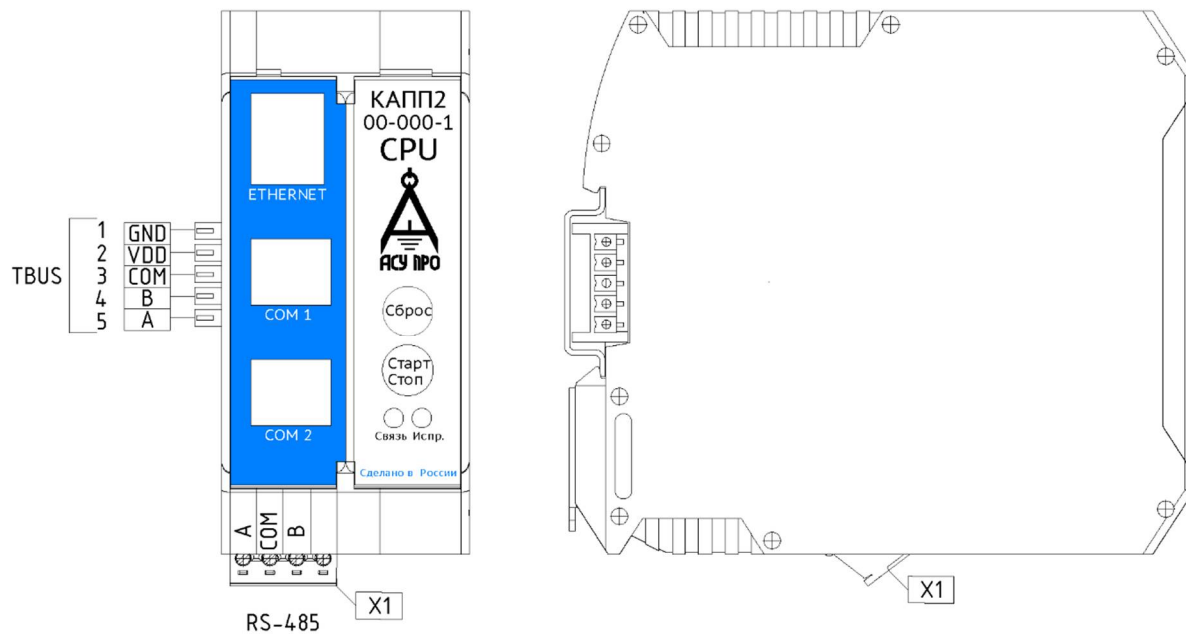

Рисунок 2 – Процессорный модуль КАПП2-00-000-1
2.2.2.1 Питание модуля следует осуществлять от локального блока питания подходящей мощности, установленного совместно с модулем в шкафу электрооборудования. Во внешней цепи блока питания рекомендуется установить выключатель, обеспечивающий отключение модуля от сети. Подключение питания осуществляется через шину TBUS (см. рисунок 2).